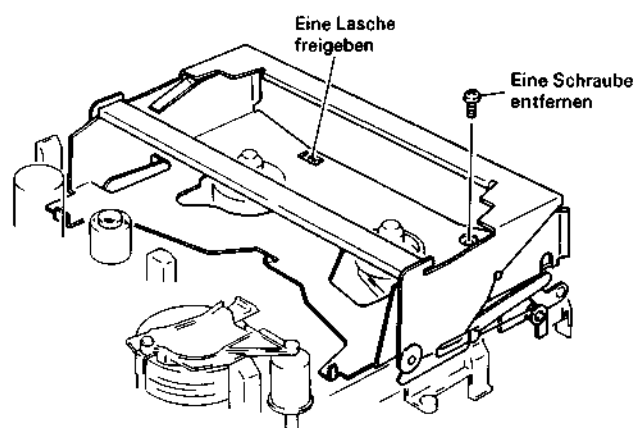
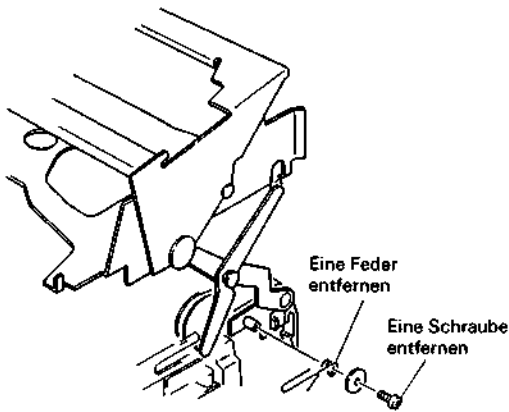

Abb. 2.43 Ausbau des Kassettenhalters
Abb. 2.44 Ausbau des Kassettenhalters
Ausbau des Kassettenhalters (Abb. 2.43, 2.44, 2.45, 2.46, 2.47)
3. Eine (1) Befestigungsschraube des Löschschild-Schalters lösen (siehe Abb. 2.43).
4. Eine (1) Lasche freigeben und den Kassettenhalter anheben.
5. Die Kassettenhalterfeder entfernen (siehe Abb. 2.44).
6. Die zwei (2) Befestigungsschrauben des Kassettenhalters lösen (siehe Abb. 2.44, 2.45).
4. Den Kassettenhalter entfernen (siehe Abb. 2.43, 2.44, 2.45, 2.46, 2.47).